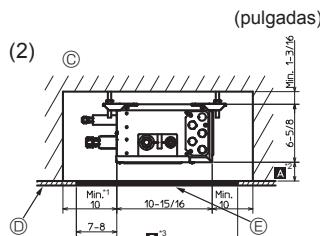
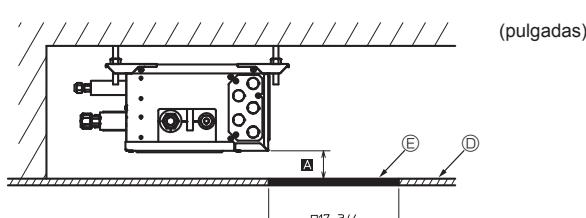

Fig. 4-7
Fig. 4-8
(2) Vista lateral (Fig. 4-7, Fig. 4-8)
En el caso de “ □ 17-3/4 pulgadas (450 mm)”, debe prepararse un orificio de mantenimiento en el lado de la PCB (tal y como se muestra en la Fig. 4-8), y se necesitará “Mín. 11-13/16 pulgadas (300 mm)” como distancia Ⓒ.